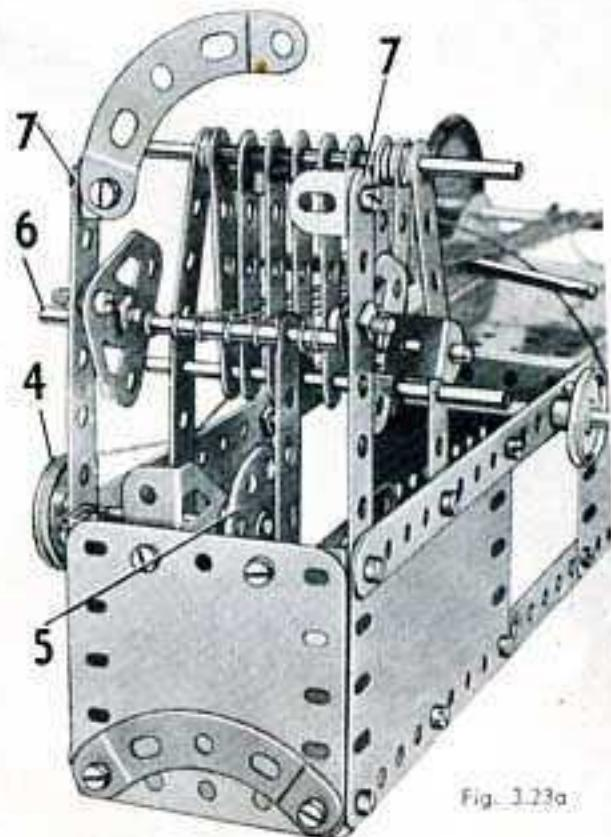

Fig. 3.23a
Cet intéressant modèle est destiné à démontrer le principe du tissage à la main. La base est formée de deux bandes de 25 trous (1) boulonnées sur une plaque à rebords et dont les extrémités sont réunies par une bande coulée de 60×12 mm. Deux plaques flexibles de 14×6 cm. et deux de 11,5×6 cm. sont boulonnées sur les bandes et réunies à leurs extrémités inférieures par les bandes de 11 trous (2). Les bandes de 11 trous (3) forment un support pour le harnais qui consiste en huit bandes de 5 trous soutenues par deux tringles de 9 cm. Les bandes sont séparées les unes des autres par des clavettes et des rondelles placées entre ces bandes sur la tringle supérieure (fig. 3.23a).